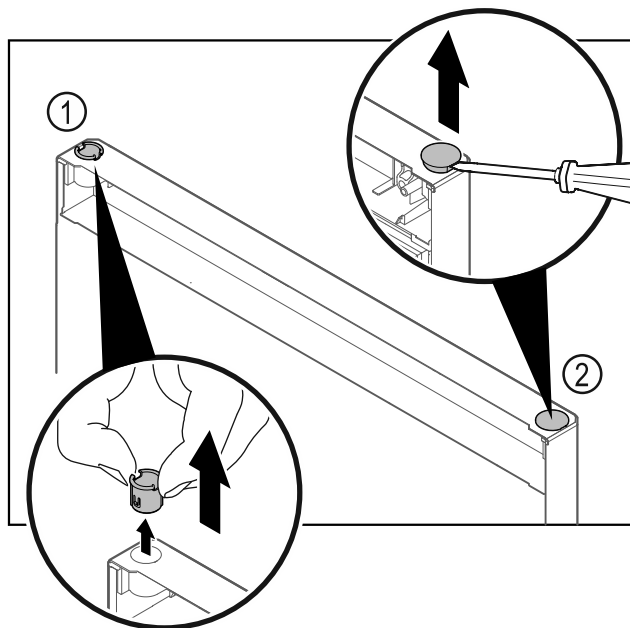

Fig. 21
- ▶ Tõmmake šarniiripuks Fig. 21 (1) sõrmedega välja.
- ▶ Tõstke kattekork Fig. 21 (2) ettevaatlikult lapikkruvikeerajaga üles ja tõmmake välja.